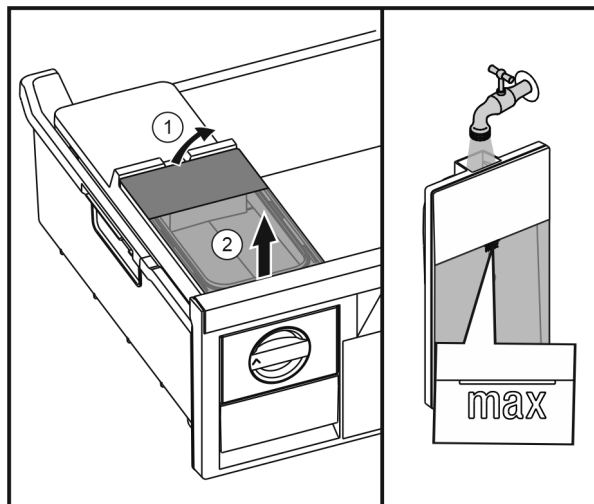

Fig. 29
- ▶ Podnieść zbiornik wody od tyłu Fig. 29 (1) i wyjąć go do góry Fig. 29 (2).